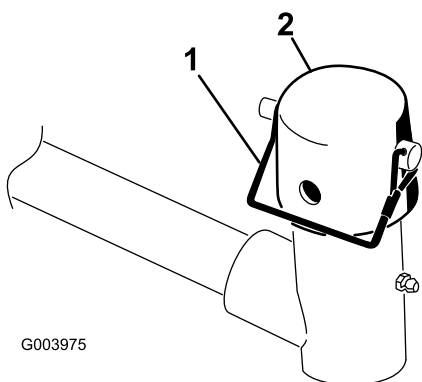

Bild 3
3. Entfernen Sie an jedem Hubarm der Mähwerke den Klappstecker, mit dem die Kappe am Schwenkbügel des Hubarms befestigt ist, und nehmen Sie die Kappe ab (Bild 3).